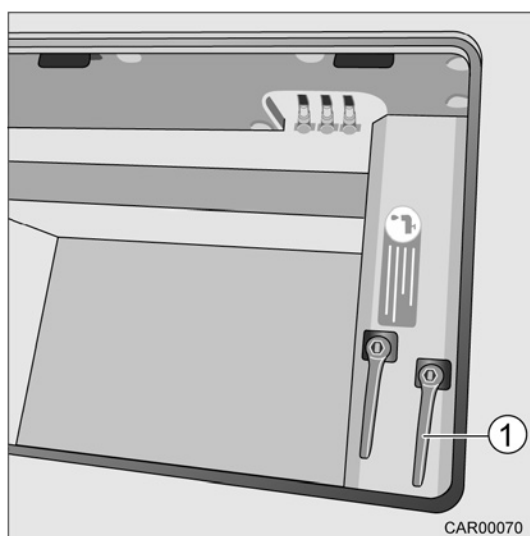

Fig. 162 Faire le plein du réservoir d'eau fraîche
4. Fermer le robinet de vidange (Fig. 162/1).